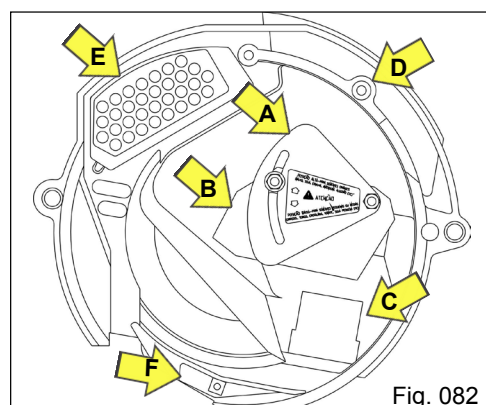

Fig. 082
- **Tampa** (Fig. 082): possui uma comporta "A" que controla a chegada e o nível das sementes assegurando um abastecimento constante do disco. Dependendo das sementes utilizadas, existem duas posições básicas de regulação da placa e tela de nível na comporta que deverão ser verificadas e usadas. Caso necessário, porém, posições intermediárias poderão ser usadas também.
- **Ejetor** (Fig. 082): "F" controla a regularidade na saída dos grãos.